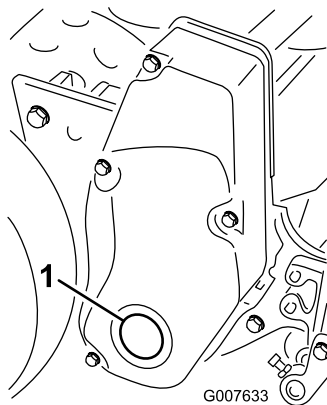

Figure 68
- Enlevez le bouchon du couvercle d'entraînement droit (Figure 68).